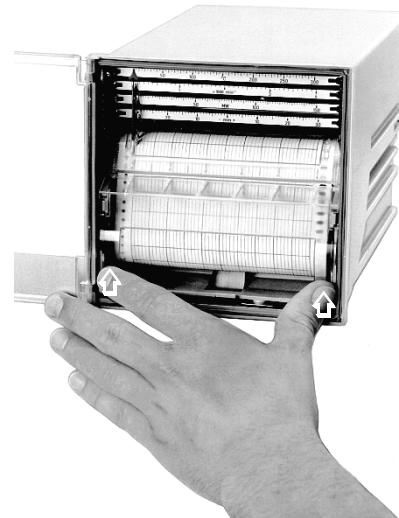

Bild 10 Registrierpapier positionieren
1.8 Registrierpapier positionieren (siehe Bild 10)